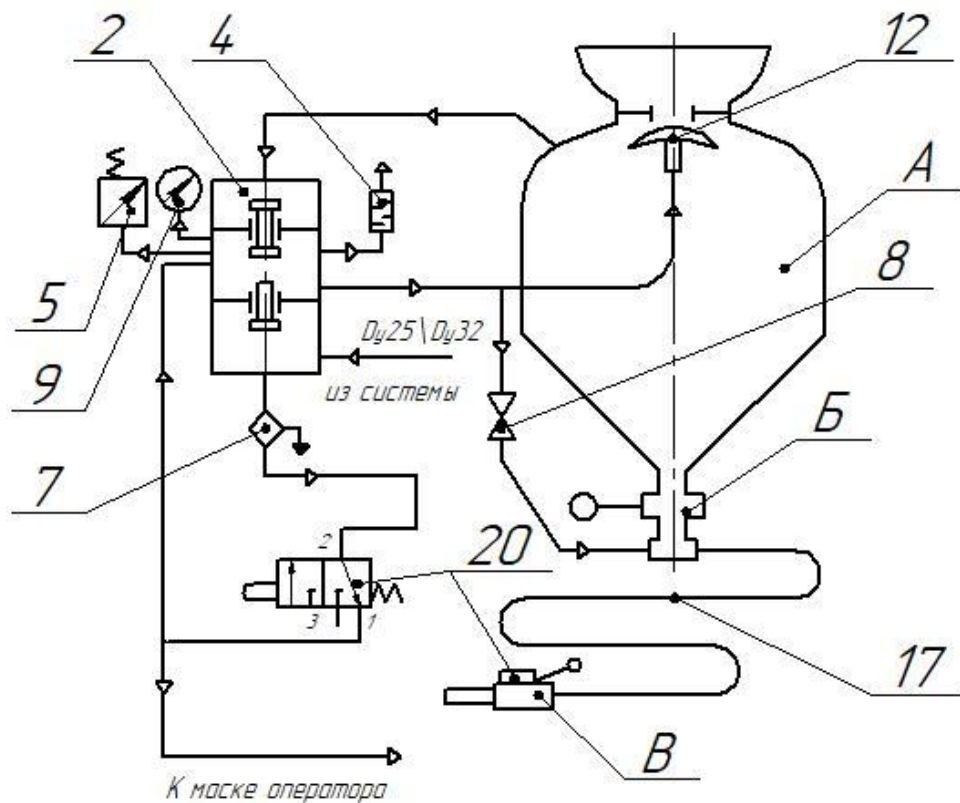

Рисунок 3. Аппарат струйной очистки.
4.3 Пневматическая схема аппарата (рис.3) включает:
4.4 Система пневмоэлементов аппарата (рис.3) позволяет обеспечить очистку сжатого воздуха от масла, влаги, механических включений в фильтре 7 и подачу его на пневмораспределитель 20. Подача очищенного воздуха для дыхания оператора осуществляется также через фильтр.
4.5 Принцип работы (рис.3).